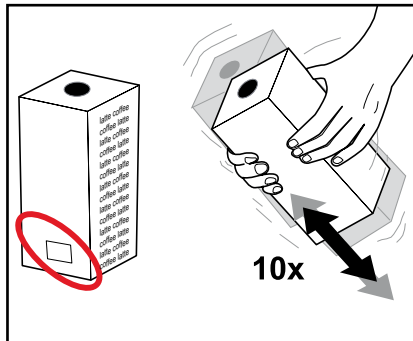

Fig. 2
- Bemærk datoen „Bedst før“, der er trykt på emballagen (fig. 2).
2. Ryst produktpakken mindst 10 gange, før du sætter den ind i kaffemaskinen (fig. 2).